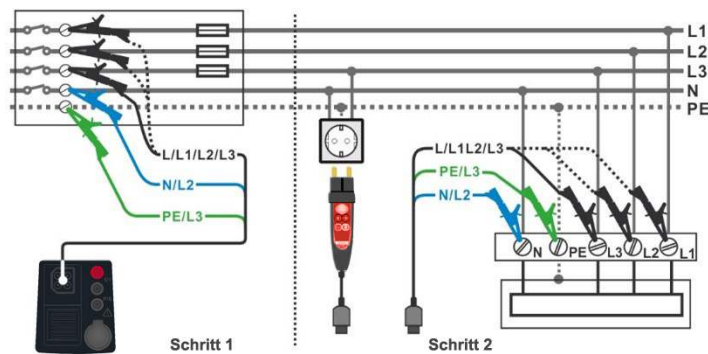

Abbildung 4.73: AUTO TT-Messung
- Schließen Sie die 3-Leiter-Prüfleitung oder den Commander Prüfstecker am Prüfobjekt an, siehe **Abbildung 4.73**.